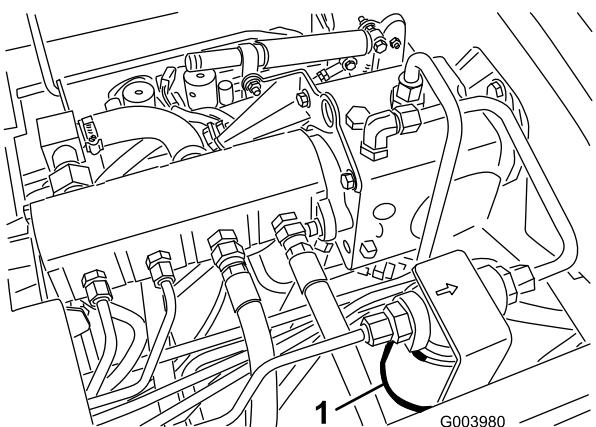
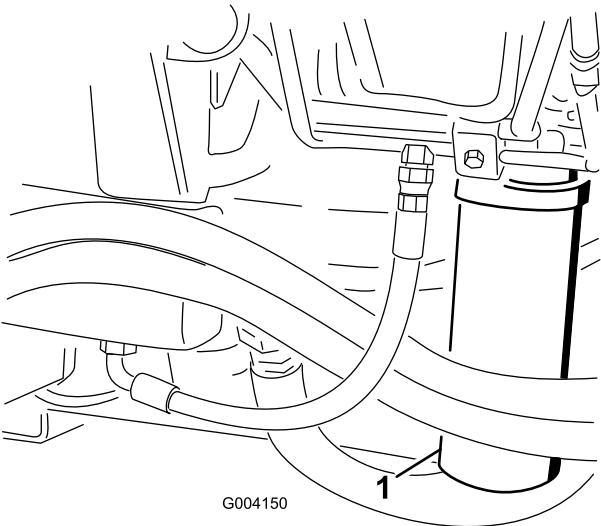

Figura 57
Figura 58
- Lime a área à volta da área de montagem do filtro e coloque um recipiente de drenagem por baixo do filtro (Figura 57) e (Figura 58).